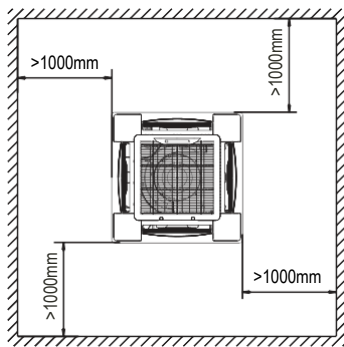

Abb.5-3
(Spezifikationen siehe Abb.5-1, Abb.5-2, Abb.5-3 und Tabelle 5-1)
- Die konkave Ansicht der Einbauhaken sollte in die Richtung der normaler Hacken zeigen. Bestimmen Sie die Länge der Montagehaken unter Berücksichtigung der Deckenhöhe und entfernen Sie dann den Rest (siehe Abb.5-1, Abb.5-2, Abb.5-3 und Tabelle 5-1 für Spezifikationen).